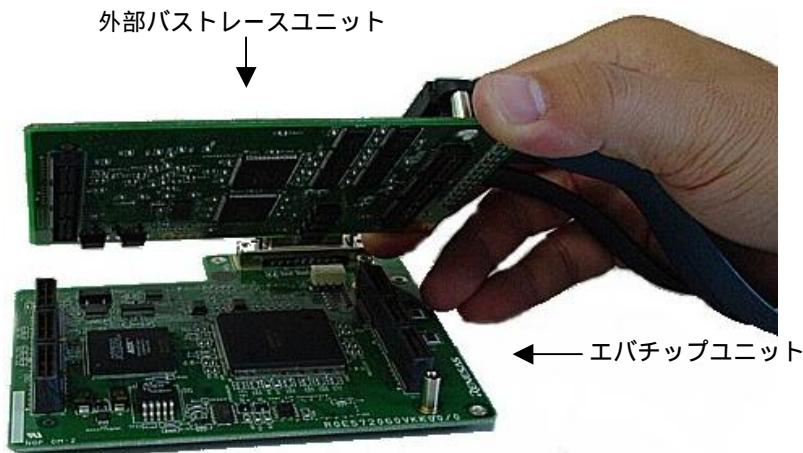

図 2.3 外部バストレースユニットとエバチップユニットの接続方法
- 外部バストレースユニットとエバチップユニットを組み合わせてご使用になる場合には、図 2.3 のように外部バストレースユニットとエバチップユニットを接続してください。